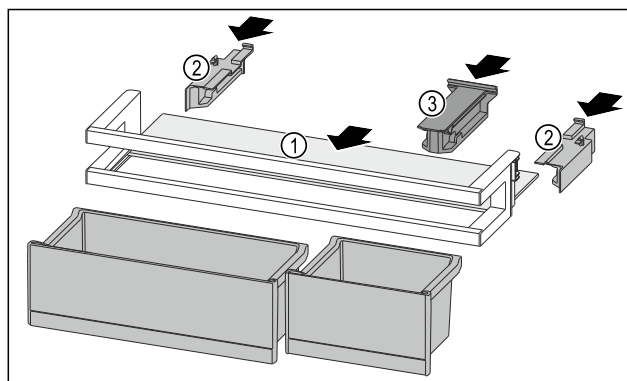

Fig. 171
- Odkládací plochu Fig. 171 (1) zasuněte do bočních vybrání.
- Boční díly Fig. 171 (2) vložte.
- Držák Fig. 171 (3) vložte.